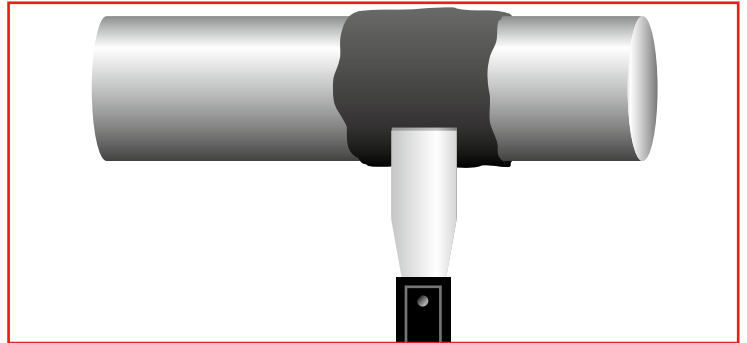

Figura 17. Llene el área reparada con el epóxico.
**3. Aplique** una capa delgada del epóxico de reparación recomendado y fuerce dentro del fondo de las roscas. Encienda la flecha a una velocidad muy lenta y continúe aplicando el material restante usando una herramienta, como una espátula, que pueda doblarse. (Vea la figura 17).